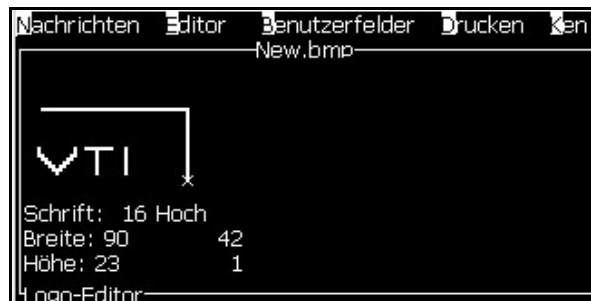

Abbildung 5-61: Logo zuschneiden
- 1 Drücken Sie die Taste *Enter* und es wird ein Menü angezeigt, das die aktuellen Grenzen der Grafik zeigt (Abbildung 5-61).